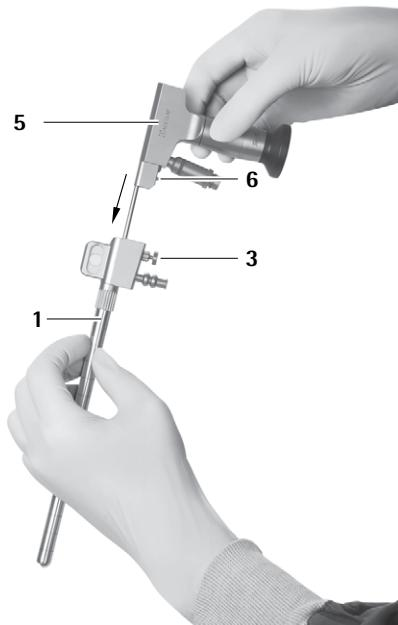
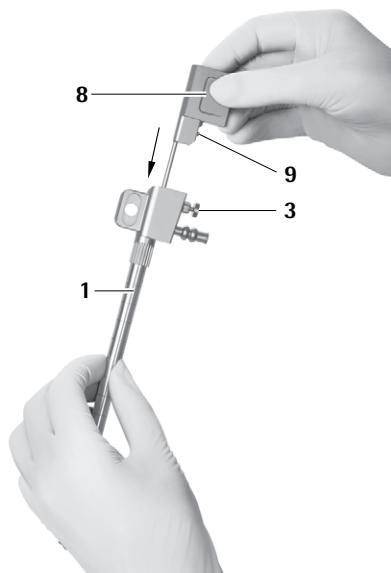

Fig. 14
Fig. 15
- ▶ Accertarsi che il perno di bloccaggio 6 dell'endoscopio 5 e/o il perno di bloccaggio 9 dell'otturatore per il canale dell'ottica 8 si trovi sullo stesso lato del pulsante di rilascio 3 del trocar MINOP InVent 1, vedere Fig. 14 e vedere Fig. 15.